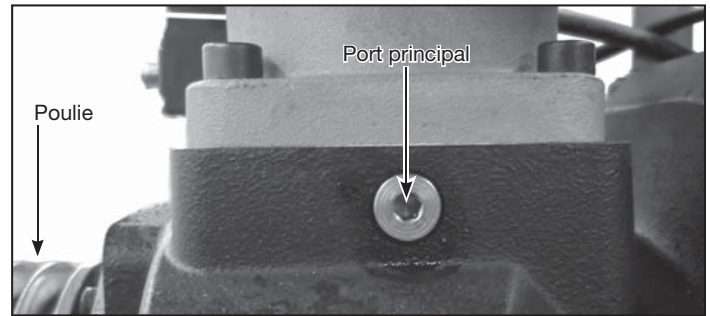

Figure 9 - Emplacement d'amorçage de l'extrémité d'air
- b. Avec le système de compresseur arrêté, ajouter environ 8 onces d'huile (type d'huile de même que dans l'extrémité air) dans la chambre rotor (voir figure 9).